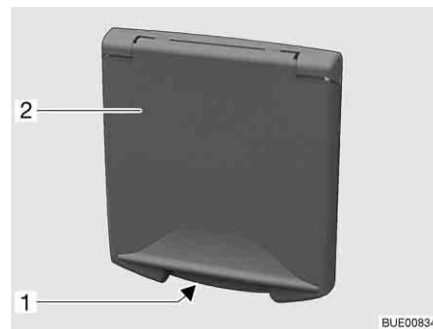

Bild 53 Trycklås servicelucka
- Stick in nyckeln i låscylindern i trycklåset (Bild 53,1) och vrid ett kvarts varv. Trycklåset är låst.